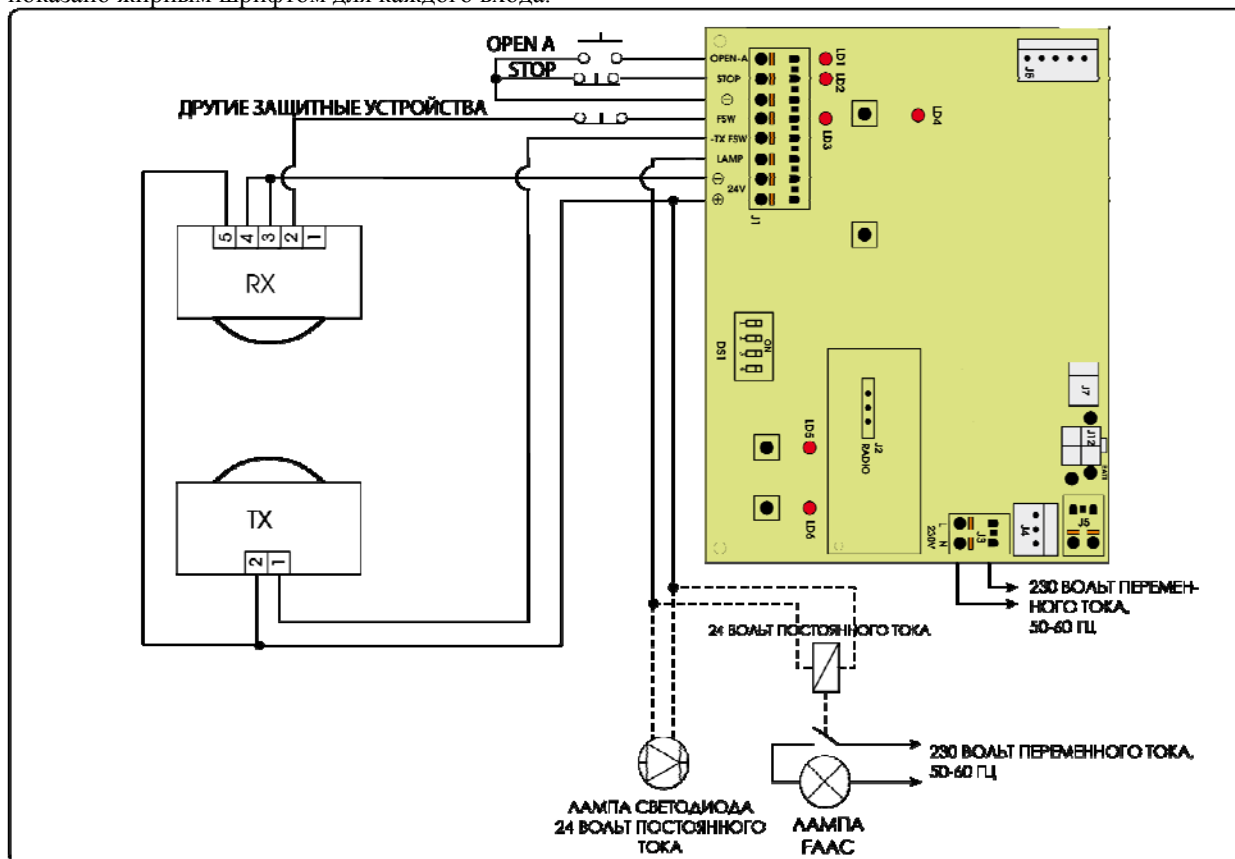

Рис. 3
- Подключите провода в соответствии с рис. 3.